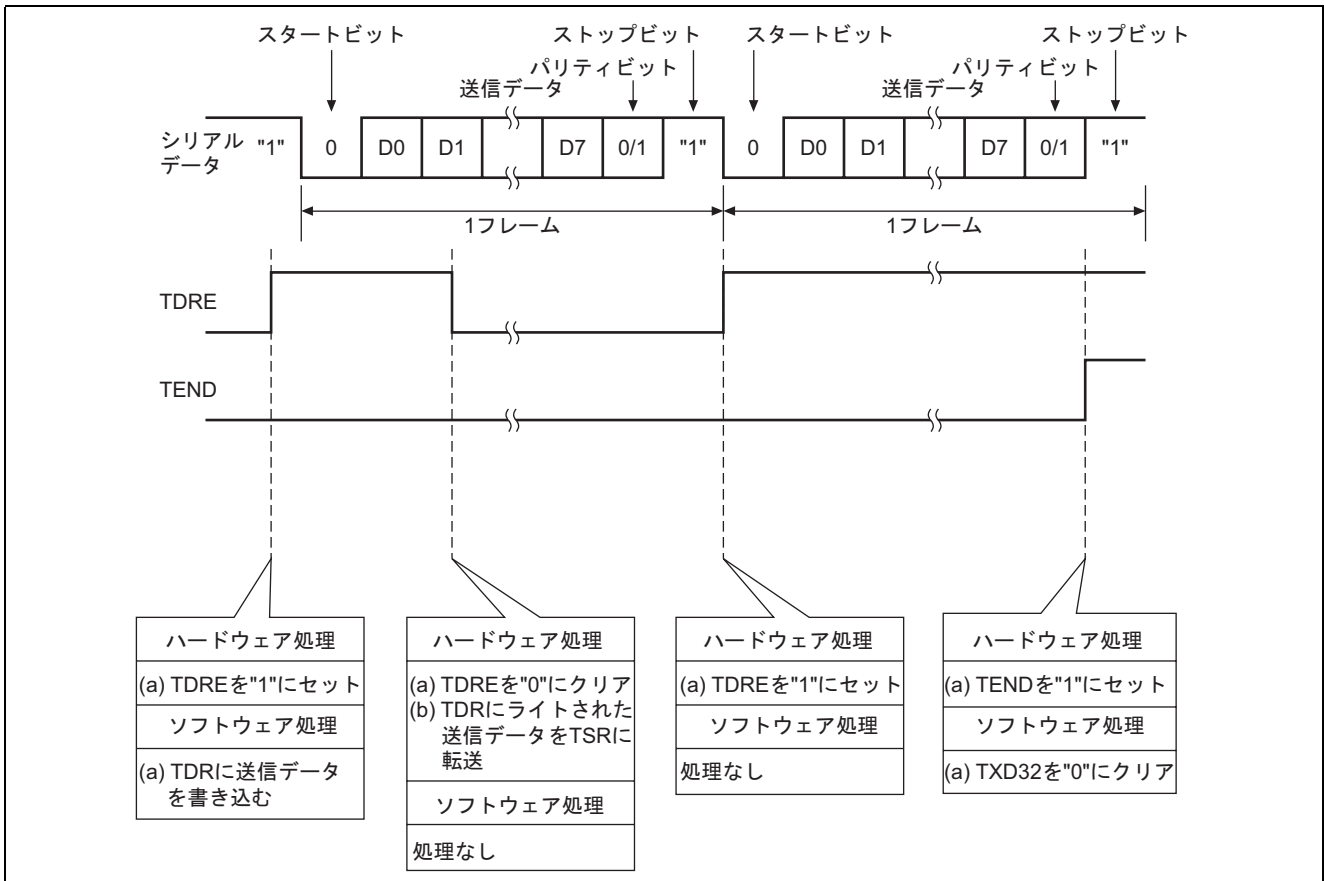

図 4 調歩同期式シリアルデータ送信の動作説明
(1) 図 4 に動作説明を示します。図 4 に示すようなハードウェア処理、およびソフトウェア処理により調歩同期式シリアルデータ送信を行ないます。